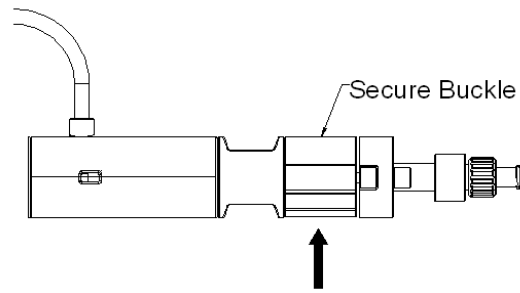

Fig. 6 Retirar la hebilla de seguridad
- 5.12 Retirar la hebilla de seguridad del mango del sistema de liberación (**Fig. 6**)